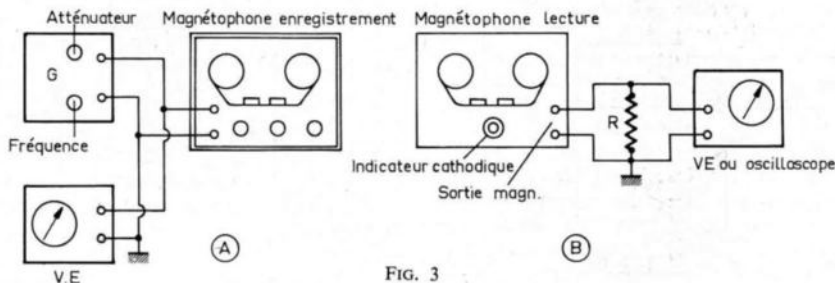

FIG. 3
La figure 3 donne le principe général du montage de mesures qui en fait, comprend deux montages, celui d'enregistrement et celui de reproduction.
Cette opération terminée, avec le montage (A), on réenroulera le ruban et on effectuera la lecture à l'aide du montage (B) de la figure 3.